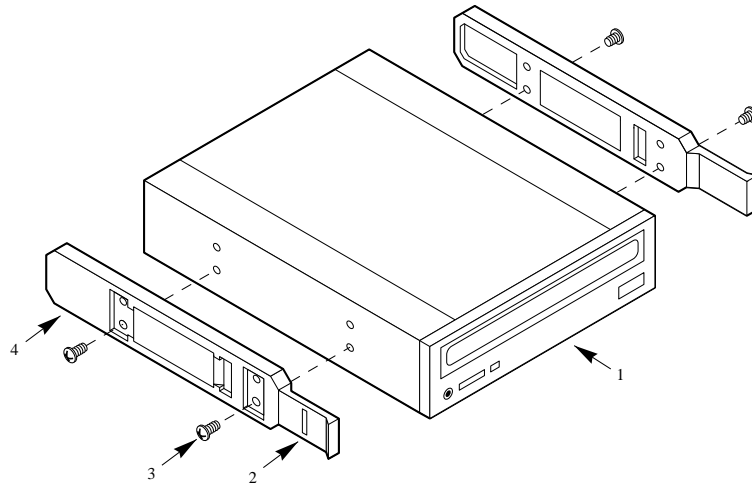

Abbildung 4-8. Einrast-Plastikgleitschienen
9. Jede Plastikgleitschiene (Abbildung 4-8) mit zwei Schrauben von geeigneter Größe und Länge (werden nicht mitgeliefert) am CD-ROM-Laufwerk befestigen.